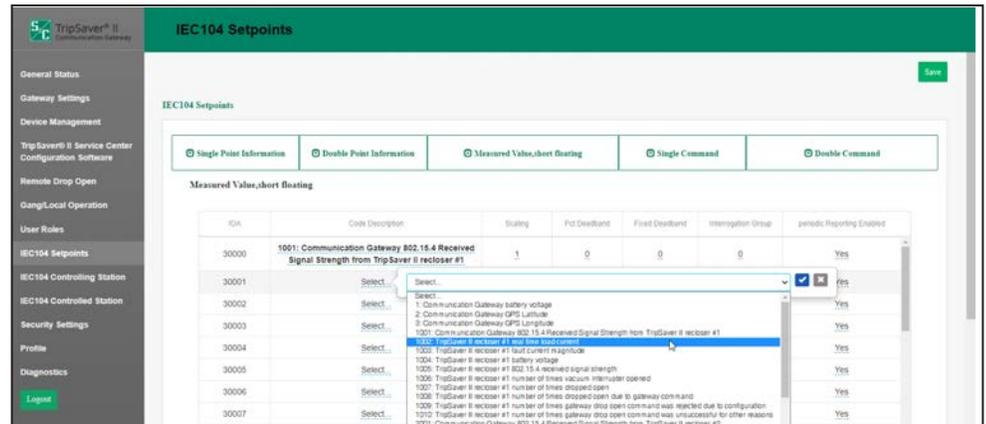

Figura 58. Configuração dos valores-alvo Valor Medido e Flutuante Curto.
A tela *Measured Value, Short Floating* contém parâmetros de configuração para os valores-alvo **Measured Value** e **Short Floating Value** (Valor Medido e Valor Flutuante Curto). A tela pode ser aberta clicando no botão **Measured Value, Short Floating**. Ver Figura 58.
**Code Description:** Códigos de ponto representando pontos de valor específicos medidos podem ter atribuição de números de pontos individuais no SCADA. Uma lista completa de definições de descrições de código específicos pode ser encontrada na Folha de Instruções da S&C 461-561P. As descrições de código são definidas pela seleção do campo **Code Description** de forma compatível com o campo **IOA** respectivo. É apresentada uma caixa de diálogo flutuante com definições de códigos para todos os religadores TripSaver II pareados com o gateway de comunicação. Ver Figura 58. Quando uma definição de código estiver escolhida, selecione o ícone **Check Mark** (Caixa de Verificação) para finalizar. A remoção de uma seleção de código pode ser realizada pela seleção de uma linha em branco no menu suspenso e clicando na caixa de verificação. Isso resulta num campo sendo mostrado como vazio. Para concluir clique no botão **Save**.